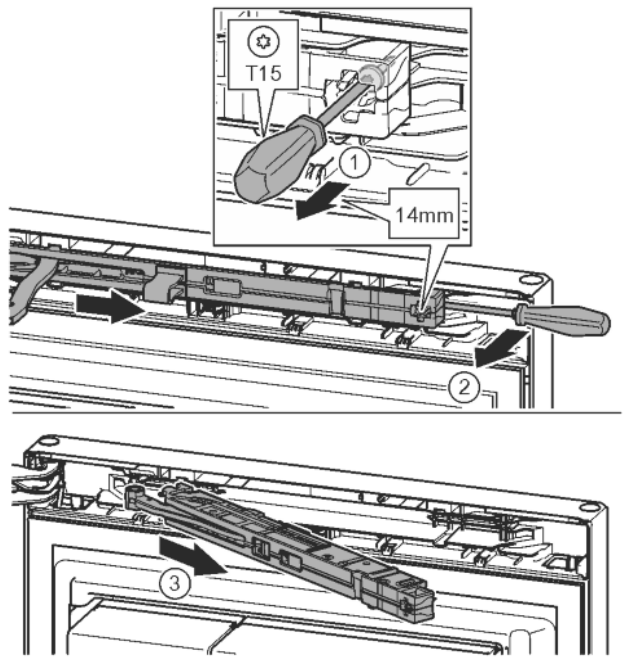

Fig. 14
- ▶ Desserrer la vis sur l'amortisseur de fermeture de 14 mm environ avec un tournevis T15. Fig. 14 (1)
- ▶ Avec un tournevis, accéder à la partie postérieure de l'amortisseur de fermeture du côté de la poignée et faire pivoter en avant. Fig. 14 (2)
- ▶ Sortir l'amortisseur de fermeture. Fig. 14 (3)